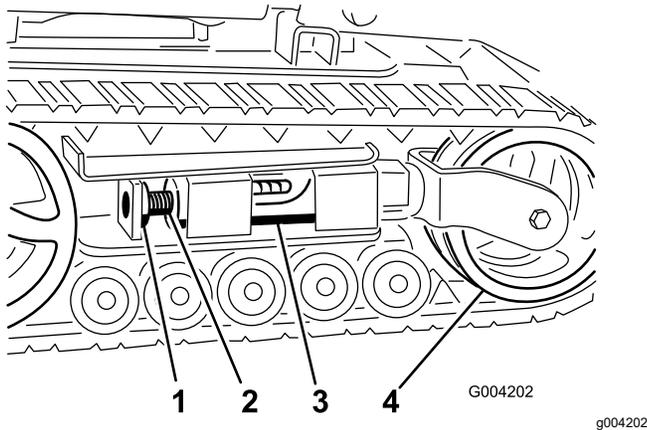
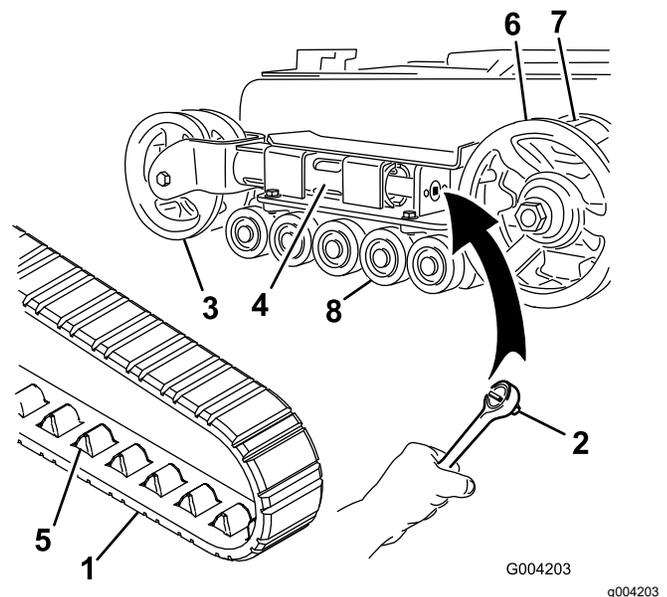
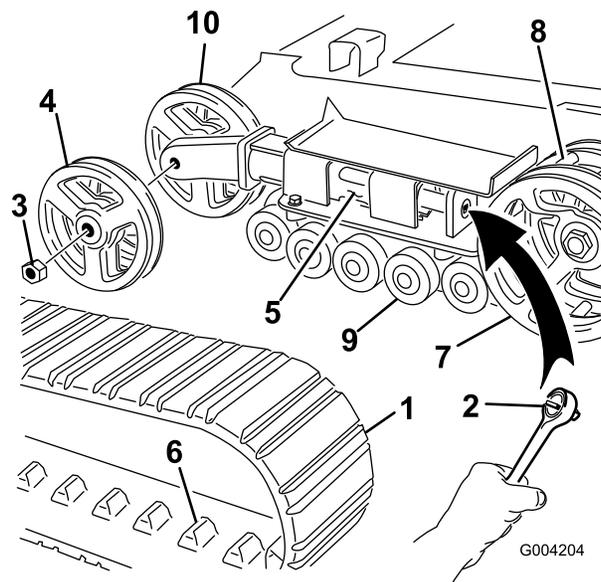

図 45
図 46
図 47
4. ロッキングボルトとナットを外す 図 45。
6. テンションねじのノッチのうち、ロッキングボルトの穴に一番近いノッチを穴に合わせ、ねじを溝をローラを適切な穴に合わせてセットし、シャフトを通してボルトとナットで固定する 図 45。
**注** 細幅クローラの場合は、前側テンションホイールが、テンションチューブの端部のフォークの内側に取り付けられています 図 46。
5.  $\frac{1}{2}$ " のドライブレンチを使用して、テンショニングねじを左にまわしてドライブテンションを解放する 図 45 と 図 46。
6. テンションホイールをユニットの後方に向かって押してテンションチューブをフレームに当てる 図 46。フレームに当たらない場合は、テンショニングねじを更に回す。
8. テンションホイールからクローラが外れたら、駆動スプロケットとロードホイールからもクローラを外す 図 46。
9. 駆動スプロケットからスタートして、新しいクローラをスプロケットに巻きつけるようにして取り付けるクローラについている爪がスプロケットのコグにはまるように取り付けること 図 46。
10. ロードホイールとロードホイールの間にクローラを押し込む 図 46。
**注** 広幅クローラの場合は、前側テンションホイールが、テンションチューブの端部の側部に取り付けられています 図 47。
4. ロックボルトとナットを外す 図 45。
5. 1/2" のドライブレレンチを使用して、テンションねじを左にまわしてドライブテンションを解放する 図 45 と 図 47。
6. テンションホイールをユニットの後方に向かって押してテンションチューブをフレームに当てる 図 47。フレームに当たらない場合は、テンションねじを更に回す。
7. 外側のテンションホイールを固定しているナット外して右ホイールを取り外す 図 47。
8. クローラを取り外す 図 47。
9. 内側のテンションホイールを固定しているナット外して右ホイールを取り外す 図 47。
13. 先ほど取り外したナットで、内側テンションホイールを元通りに取り付ける 図 47。
15. 新しいクローラのラグが、駆動スプロケットの真ん中にある2つのスペーサの間に嵌るように取り付けする 図 47。
16. 先ほど取り外したナットで、外側テンションホイールを元通りに取り付ける 図 47。